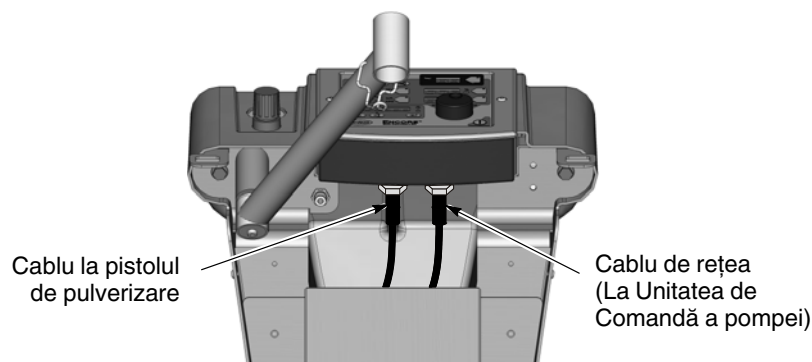

Figura 3-7 Conexiunea cablului pistolului de pulverizare la controlerul sistemului este prezentat sistemul mobil
1. Sistem mobil: Vezi Figura 3-7. Introduceți cablul pistolului de pulverizare în partea posterioară a turnului șasiului și scoateți-l prin partea frontală superioară. Astfel, utilizatorul va putea strânge cablul într-un mănunchi cu tubulatura pentru aer de jet și pentru spălare cu aer a electrodului.